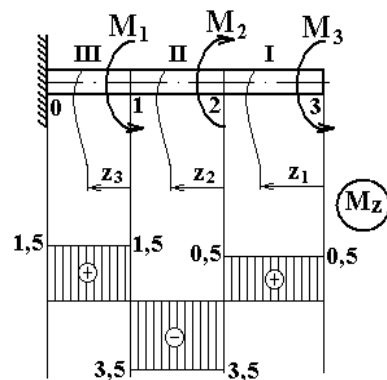

Рис. 3.3.
1. Покажем расчётную схему (рис. 3.3). Реакцию в заделке определять не нужно, поскольку, используя метод сечений, можно при движении справа налево постоянно отбрасывать левую часть. Вал имеет три силовых участка. Рассмотрим равновесие каждого из этих участков.
2. Как видно из эпюры (рис. 3.3), по абсолютной величине максимальным является момент на II участке: $M_{\max} = 3,5$ кН·м. По этому моменту будем рассчитывать диаметр вала по формуле [2]: